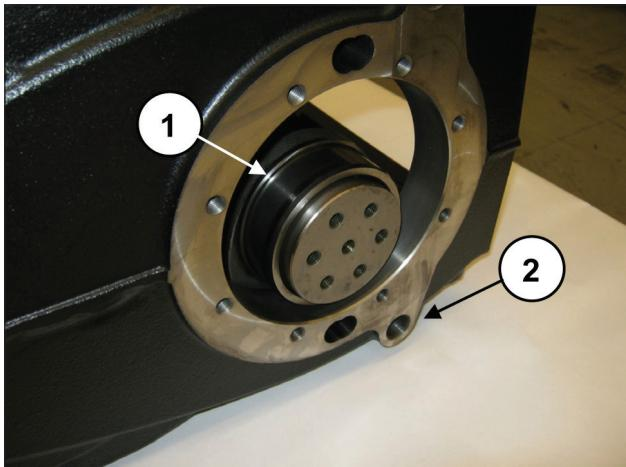

图 52
曲轴的安装必须令动力输出轴侧的对面与泵壳排油塞孔G1/2"相对(②·图 52)。